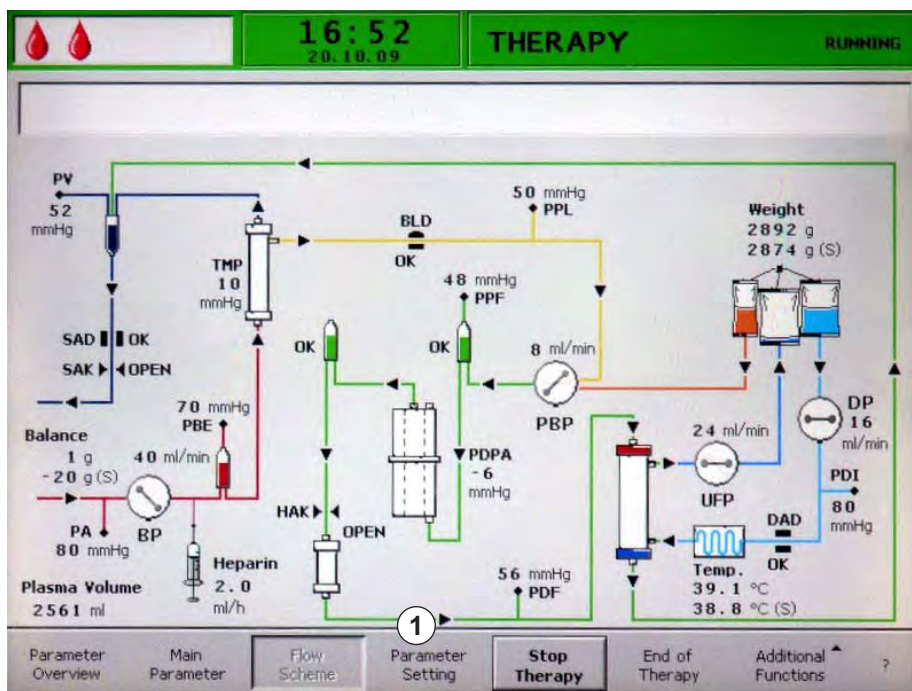

Рис. 2-24 Пункт *Parameter Setting* (Установка параметров) на экране *Flow Scheme* (Схема потока)
↪ Появляется экран *Flow Scheme* (Схема потока; Рис. 2-24).
2. Использовать вращающуюся кнопку для выбора пункта *Parameter Setting* (Установка параметров; Рис. 2-24 ①) в строке меню и нажать кнопку *Ввод*.